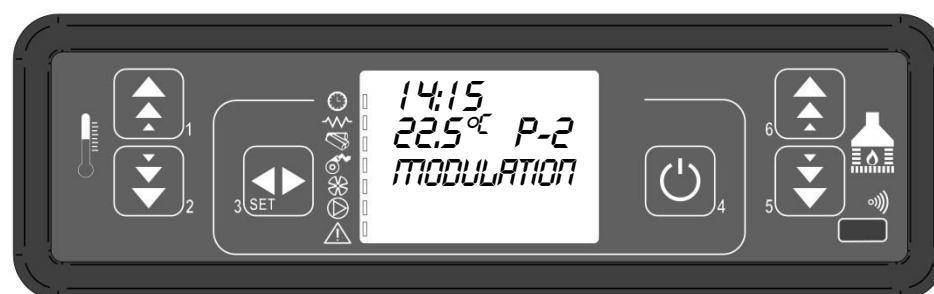

Figure 9
**Modulation**". (Figure 9) Si la température ambiante baisse sous celle imposée (Set température) le poêle retourne en modalité "travail" et augmente sa puissance.